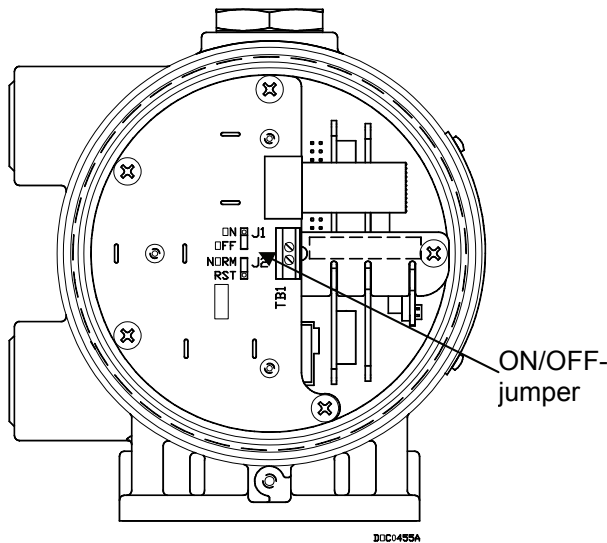

*Afbeelding 6. Voorzijde van de FloBoss 103 (met LCD)*
- Zet de voedingsjumper (op de LCD als deze is geïnstalleerd of op J1 van de batterijlader) in de positie ON. Zie *Afbeelding 6* en *Afbeelding 7*.